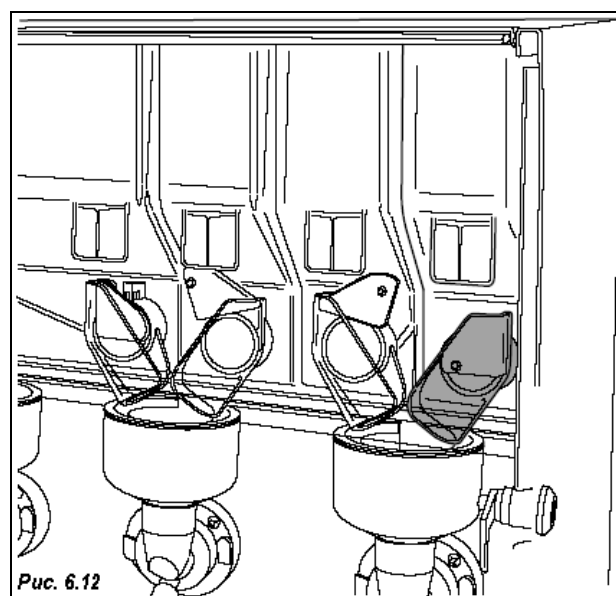

Рис. 6.12
- После окончания заполнения (Рис. 6.12) выполните цикл очистки секции миксера с целью промывки всей системы и удаления остаточных загрязнений из кипятильника.